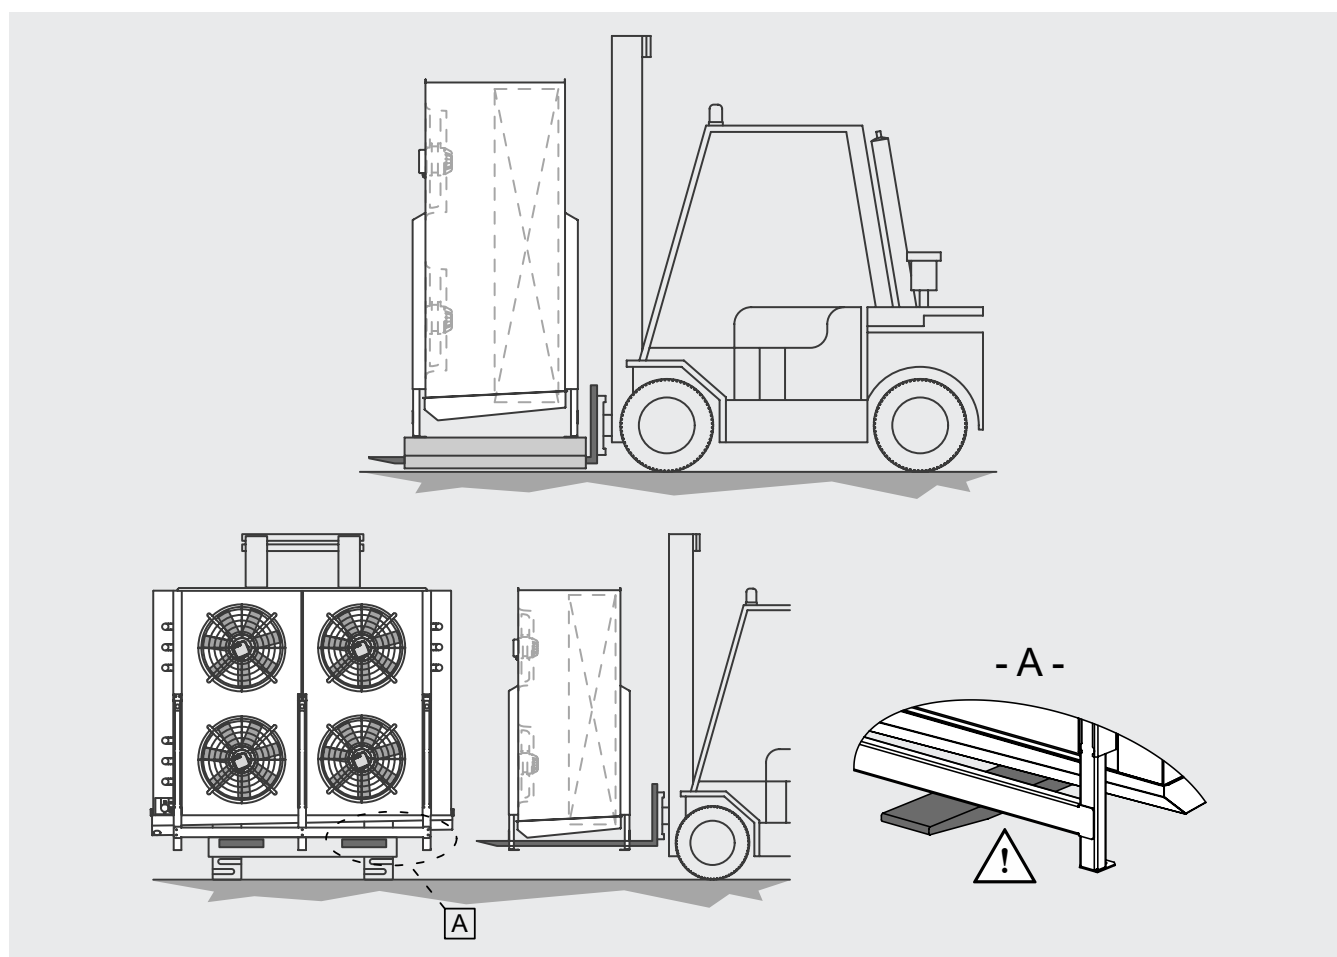

Figura 2
- 5.2 Il modello imballato deve essere spostato da personale qualificato mediante carrello elevatore di portata adeguata, oppure con la gru e/o carro ponte (v. Sez. 7). Le forche di sollevamento devono avere lunghezza superiore alla profondità dell'imballaggio e/o del modello. Evitare qualsiasi movimento brusco e non sostare in prossimità dell'area di manovra. Assicurare sempre i modelli agli organi di sollevamento prima di procedere con le operazioni di movimentazione. Un grosso urto o una forte spinta possono capovolgere il modello. Vedi Figura 2.